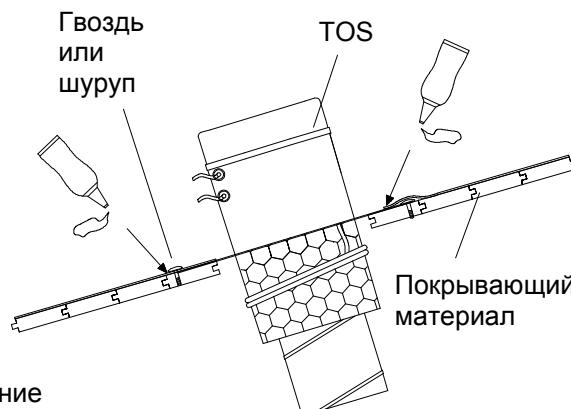

Рис. 8
2. Накрывающую пластину короба следует разместить под покрывающим материалом вдоль направляющих балок перекрытий в верхней части, и в нахлест на материал в нижней части (см. Рис.8).